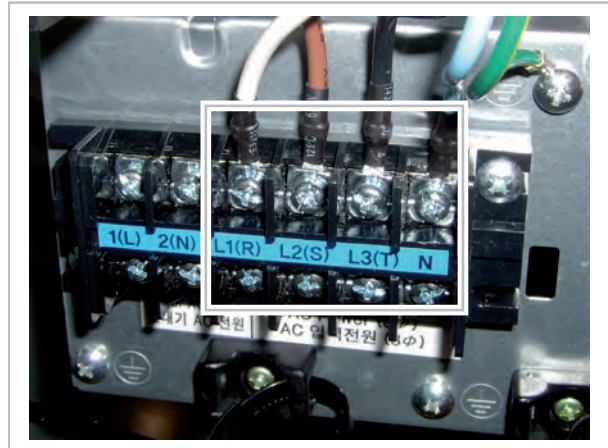

Abb. 10: Anschlussklemme Außenmodul WKF NEO 180
- Bei der Serie WKF NEO 180 ist es darauf zu achten, dass nur die Klemmen L1(R), L2(S), L3(T) und N angeschlossen werden (siehe Abb. 10).